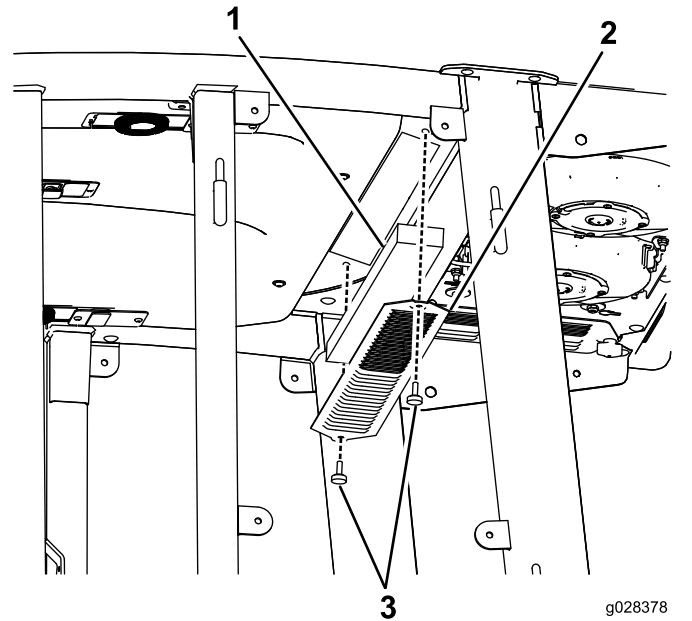

Bild 112
1. Nehmen Sie die Schrauben und Gitter von den internen und hinteren Kabinenfiltern ab (Bild 112).